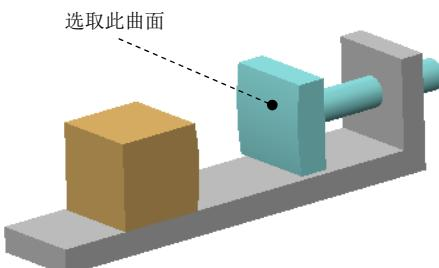

图 7.6.16 定义“凸轮 1”的参考
- (1) 选择命令。单击 **连接** 区域中的“凸轮”按钮 ，此时系统弹出“凸轮从动机构连接定义”对话框。
- (2) 定义“凸轮 1”的参考。选取图 7.6.16 所示曲面为“凸轮 1”的参考，单击“选择”对话框的 **确定** 按钮。